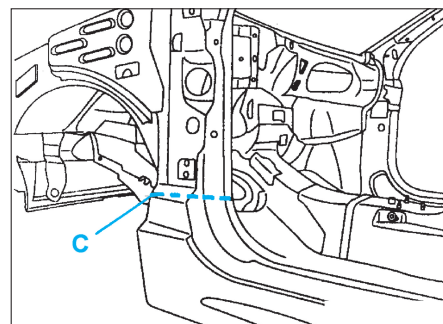

FIG. 93
- par points bouchons au MIG suivant (D) et meuler (Fig.93),